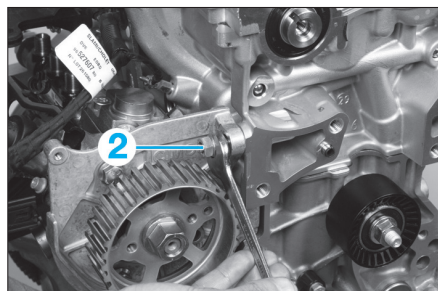

Fig. 82
- le goujon de fixation supérieur du support avant de pompe haute pression (2) (Fig.82),